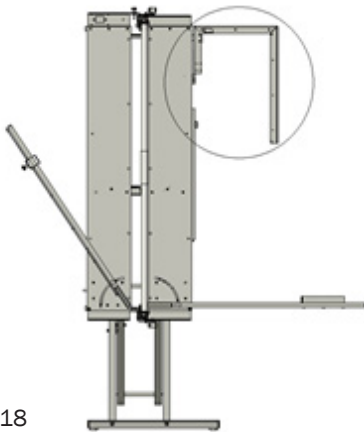

Fig. 18
Se il tagliabordi non è più necessario, portarlo in posizione di riposo (fig. 18). Prima occorre estrarre la spina del tagliabordi dalla presa. A tale scopo, inserire il tagliabordi nell'apposito alloggiamento sul retro della macchina (fig. 2, pos. 22).